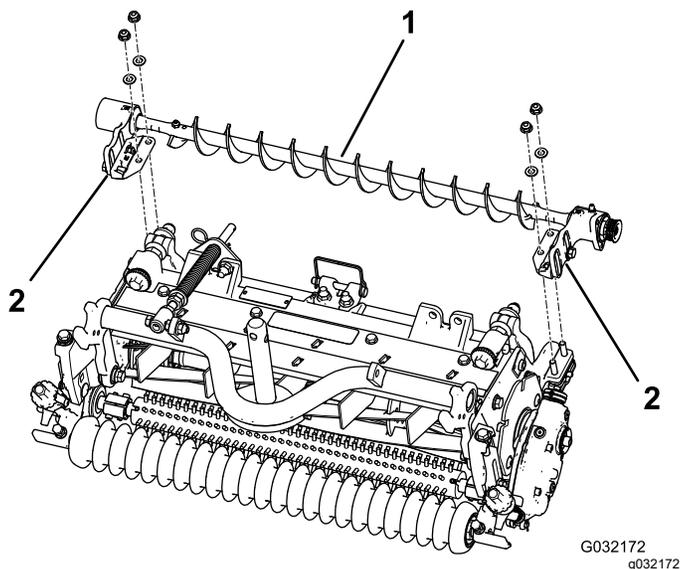

Figura 4
- Posizionate le staffe di montaggio del gruppo spazzola per rullo di sinistra o destra sui bulloni della staffa del rullo (Figura 4).